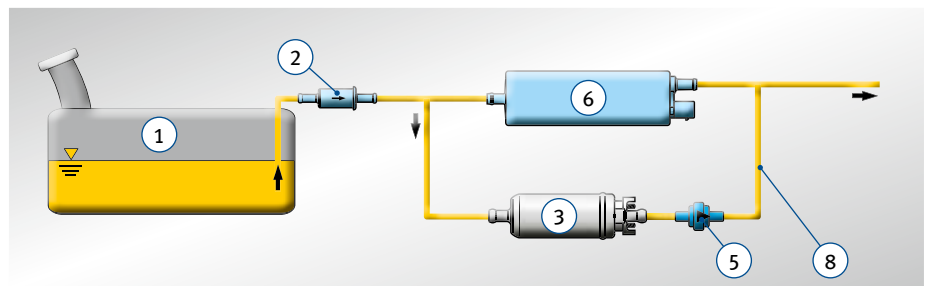

Fig. 5: Montaje de la E1F paralelo a una bomba de combustible existente
Fig. 5: La existencia de una E1F paralela a una bomba de combustible, eléctrica o mecánica, aumenta el caudal. La bomba de combustible existente (6) debe eludirse instalando una tubería bypass (8). Para que el combustible no retorne, debe montarse una válvula de retención (5) en ambas tuberías bypass (7) y (8).